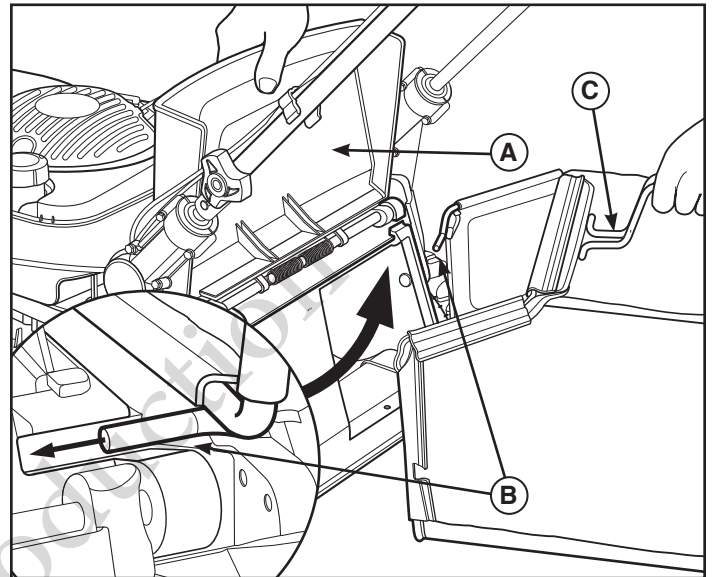

Fig. 9
2. För att sätta i uppsamlaren höjs luckan (**A**, Fig. 9) på gräsklippardäckets baksida.